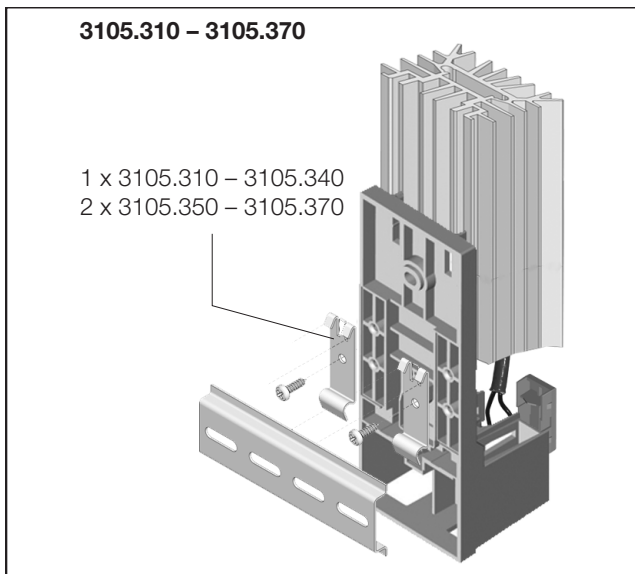

Fig. 2: Fissaggio a scatto per guide da 35 mm EN 60715
Materiale per il fissaggio (vedi fig. 2)
1. Fissaggio a scatto su guida da 35 mm secondo EN 60715 (fig. 2).